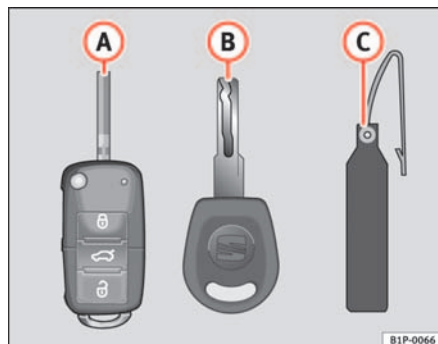

Abb. 63 Schlüsselsatz
- einen Funkschlüssel ⇒ Abb. 63 (A) mit ausklappbarem Schlüsselbart,
- einen Schlüssel ohne Funkbedienung (B)
- einen Kunststoffanhänger (C) mit der Schlüsselnummer.
Nur anhand der Schlüsselnummer auf dem Kunststoffanhänger ⇒ Abb. 63 (B) können Schlüssel nachgemacht werden. Deshalb: